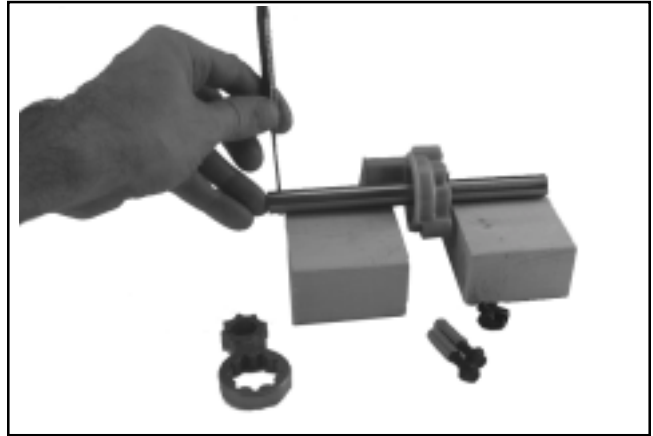

Figura 8-43. Separación del conjunto de la bomba de aceite del árbol de levas de admisión.
5. Si es necesario, la bomba de aceite puede separarse del árbol de levas de admisión. Coloque un apoyo adecuado para el eje y saque el pasador inferior. A continuación podrá desmontar el conjunto de la bomba del árbol de levas. Ver Figura 8-43.